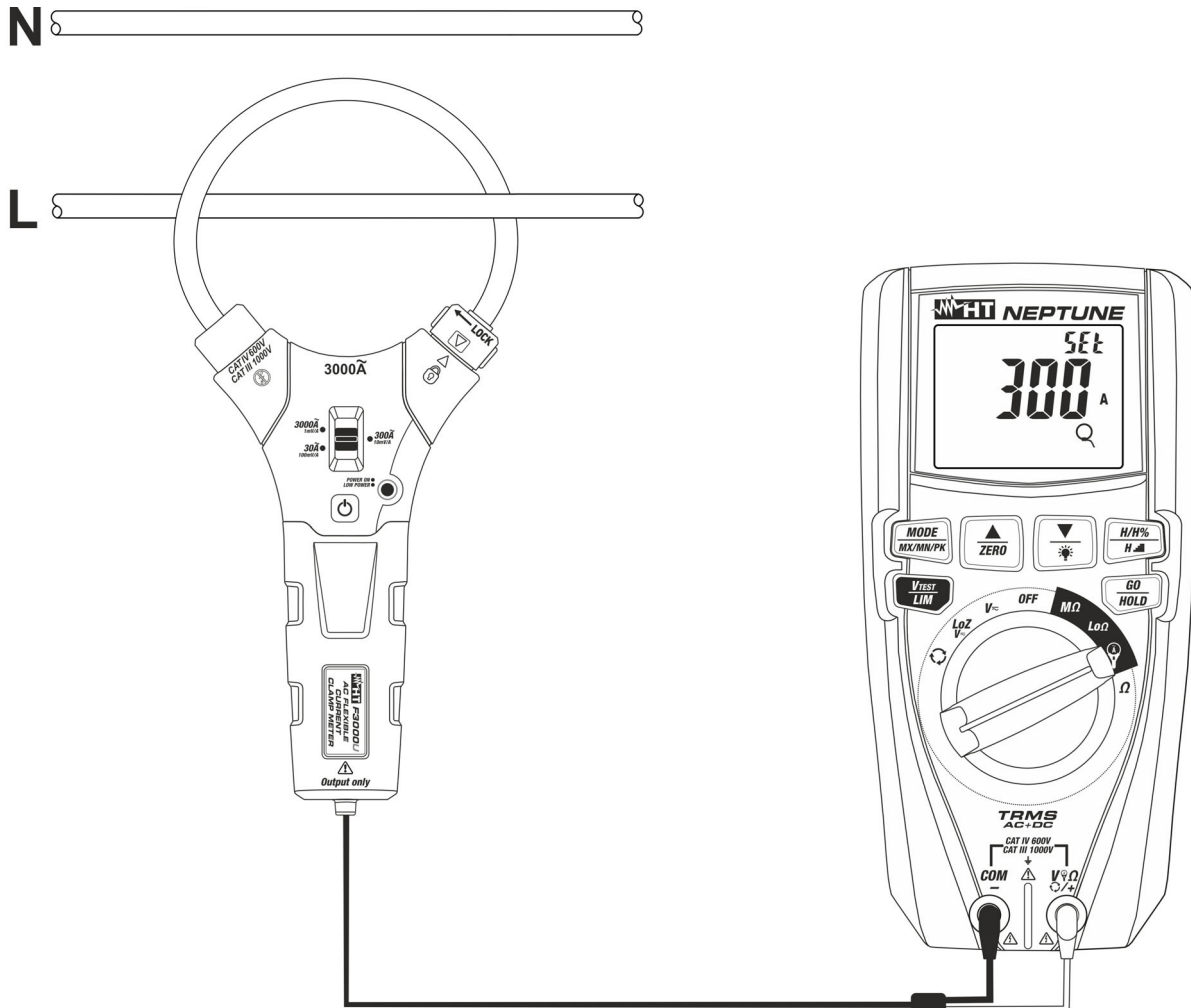
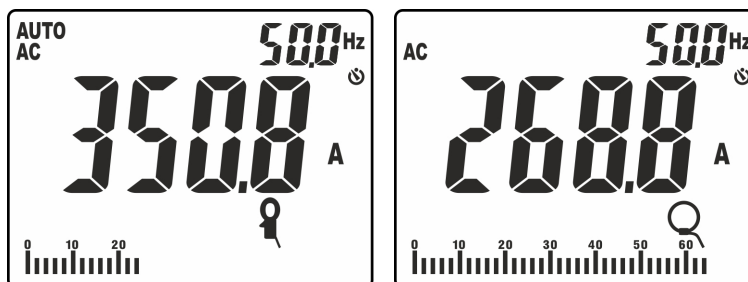

Fig. 36: Utilisation de l'instrument pour mesurer le courant avec transducteurs à pince
Fig. 37: Résultat de mesure de courant AC avec pince standard et flexible
8. Insérer le câble au centre du tore (voir Fig. 36). La valeur du courant est montrée dans la Fig. 37